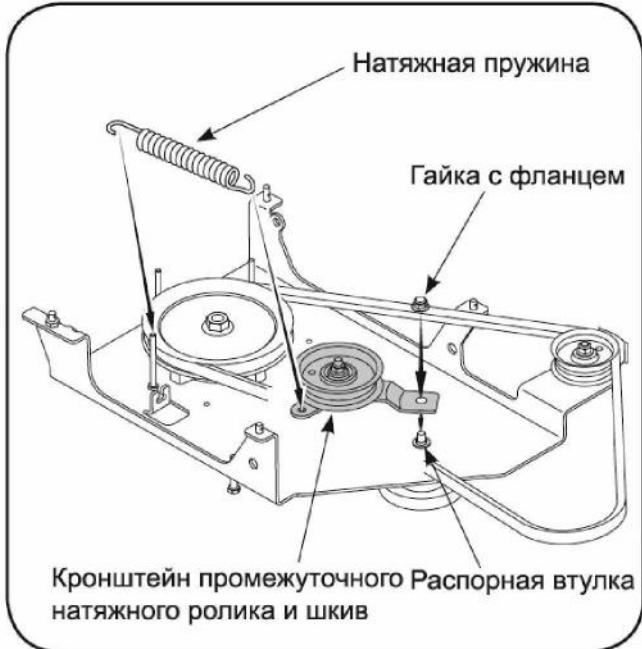

Рис. 8.
1. Отверните гайку с фланцем, как показано на Рис. 8, которая обеспечивает крепление кронштейна двойного промежуточного шкива к корпусу основания. Оставьте распорную втулку на месте.
2. Установите узел промежуточного шкива (упакованного отдельно) на винт с шестигранной головкой распорной втулкой на поверхность основания. См. Рис. 8.
3. Закрепите кронштейн промежуточного натяжного ролика на основание, используя крепежные элементы, которые были ранее удалены. См. Рис. 8.
4. Вставьте один конец натяжной пружины (732-0594A) в отверстие узла кронштейна только что установленного промежуточного натяжного ролика, а противоположный конец натяжной пружины – к держателю пальца, как показано на Рис. 8.